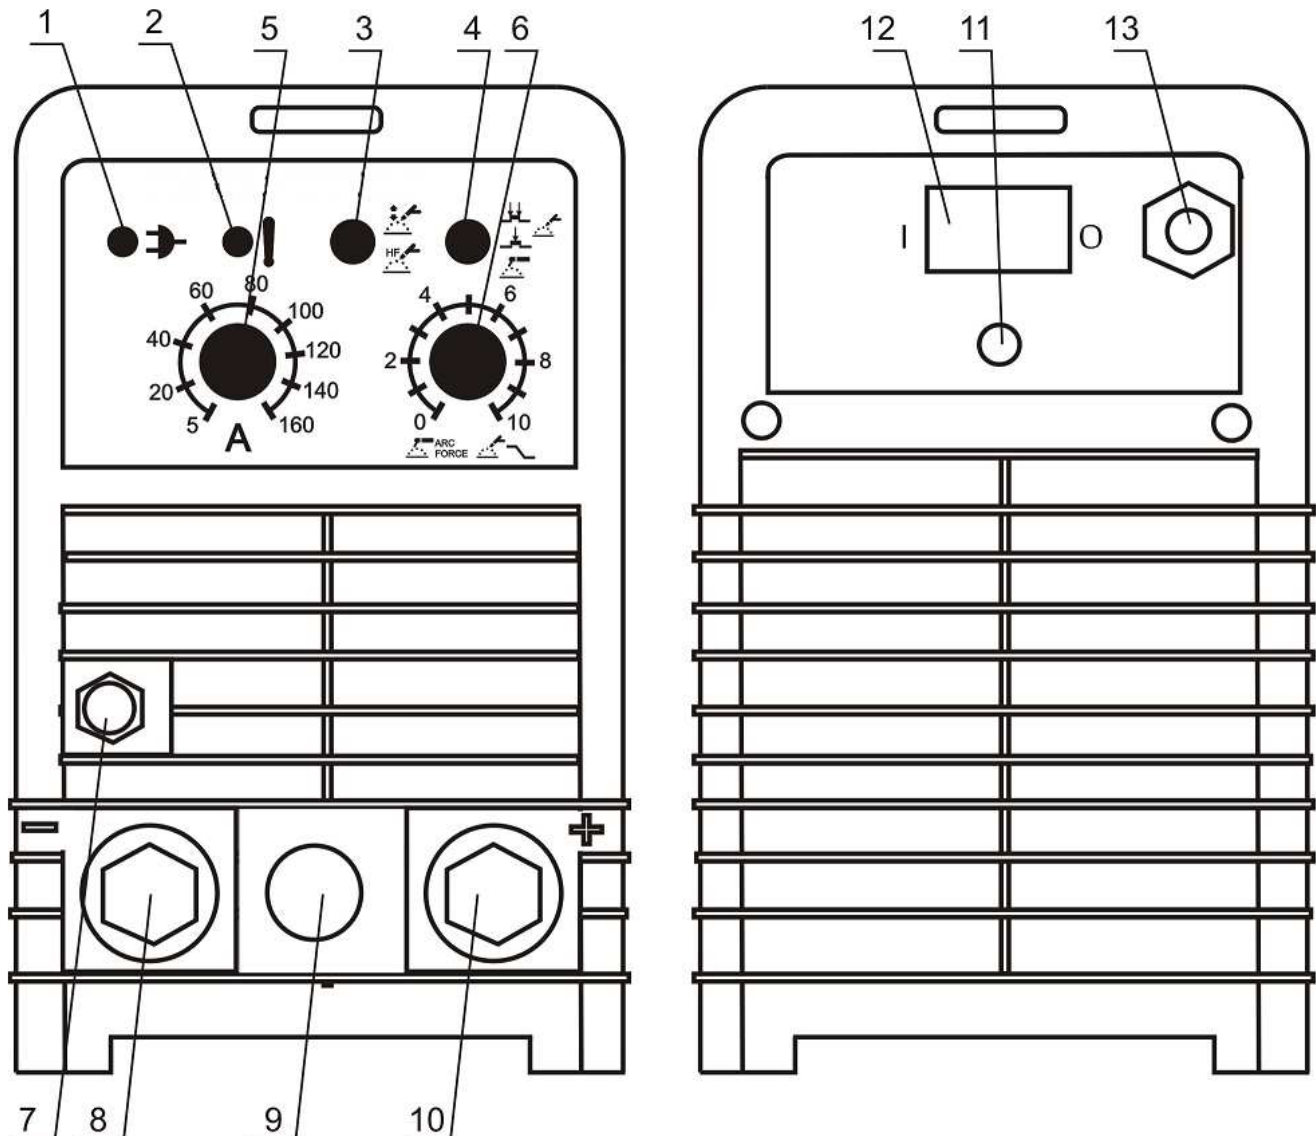

Abb. 1- Allgemeine Maschinenteile
3. Wählen Sie den Schalter (Abb. 1, Pos. 4) den Modus MMA .
4. Maschine über Hauptschalter (Abb. 1, Pos. 12) einschalten
5. Die Elektrodenzange und die Massezange gemäß den vom Hersteller der Schweißelektrode vorgegebenen Polaritäten an die Ausgangsbuchsen der Maschine anschließen (+) (Abb. 1, Pos. 10) (-) (Abb. 1, Pos. 8)
6. Mit dem Schalter (Abb. 1, Pos. 5) stellen Sie den Schweißstrom.
7. Mit dem Schalter ARC FORCE (Abb. 1, Pos. 6) kann man ARC FORCE eingestellt werden.
2. TIG Brenner an die Ausgangsbuchsen der Maschine anschließen (-) (Abb. 1, Pos. 8).
3. Die Elektrodenzange an die Ausgangsbuchsen der Maschine anschließen (+) (Abb. 1, Pos. 10).
4. Gasschlauch an Anschluss des Druckminderers anschließen (Abb. 1, Pos. 13).
5. Schließen Sie den Schlauch Gasbrenner (Abb. 1, pos. 7).
6. Brennersteuerung an Anschluss der Maschine anschließen (Abb. 1, Pos. 9).
7. Wählen Sie Taste (Abb. 1, Pos. 4) TIG Methode